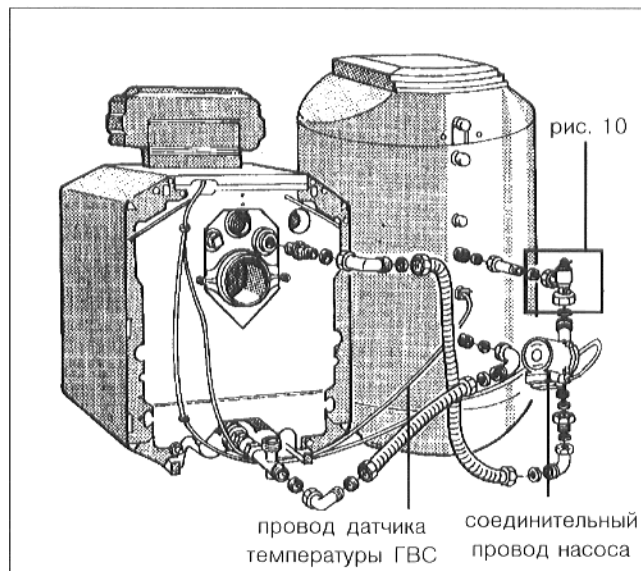

Рис. 9
- Произвести тщательную прокладку провода датчика температуры ГВС и соединительного провода насоса (инструкция по монтажу отопительного котла или бойлера; рис. 9).
- Медленно заполнять отопительный котел у сливного и наливного крана (рис. 9)